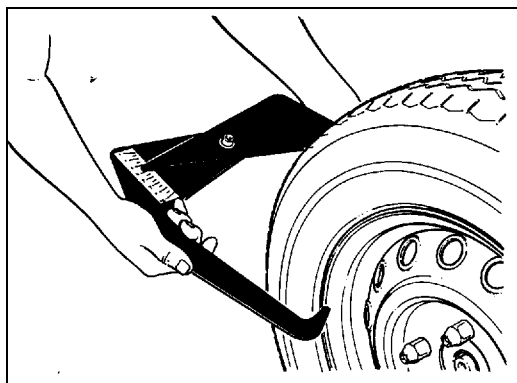

рис.17
- Размер **ширины обода** определяют, измеряя его штангенциркулем имеющимся в снаряжении машины (рис. 17).